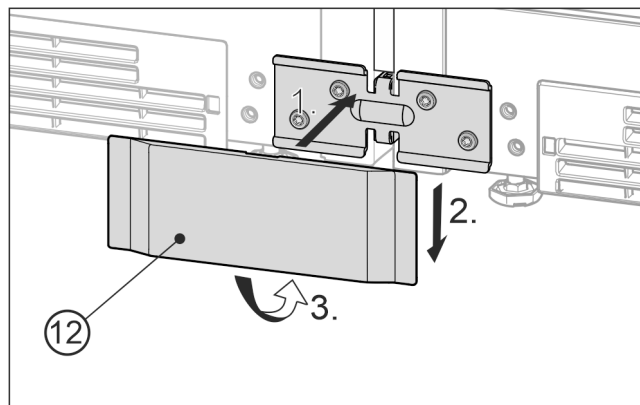

Fig. 20 Примерное отображение
- ▶ Насадите нижнюю крышку Fig. 20 (12) спереди на угол Fig. 20 (1), сдвиньте вниз Fig. 20 (2) и зафиксируйте снизу Fig. 20 (3).